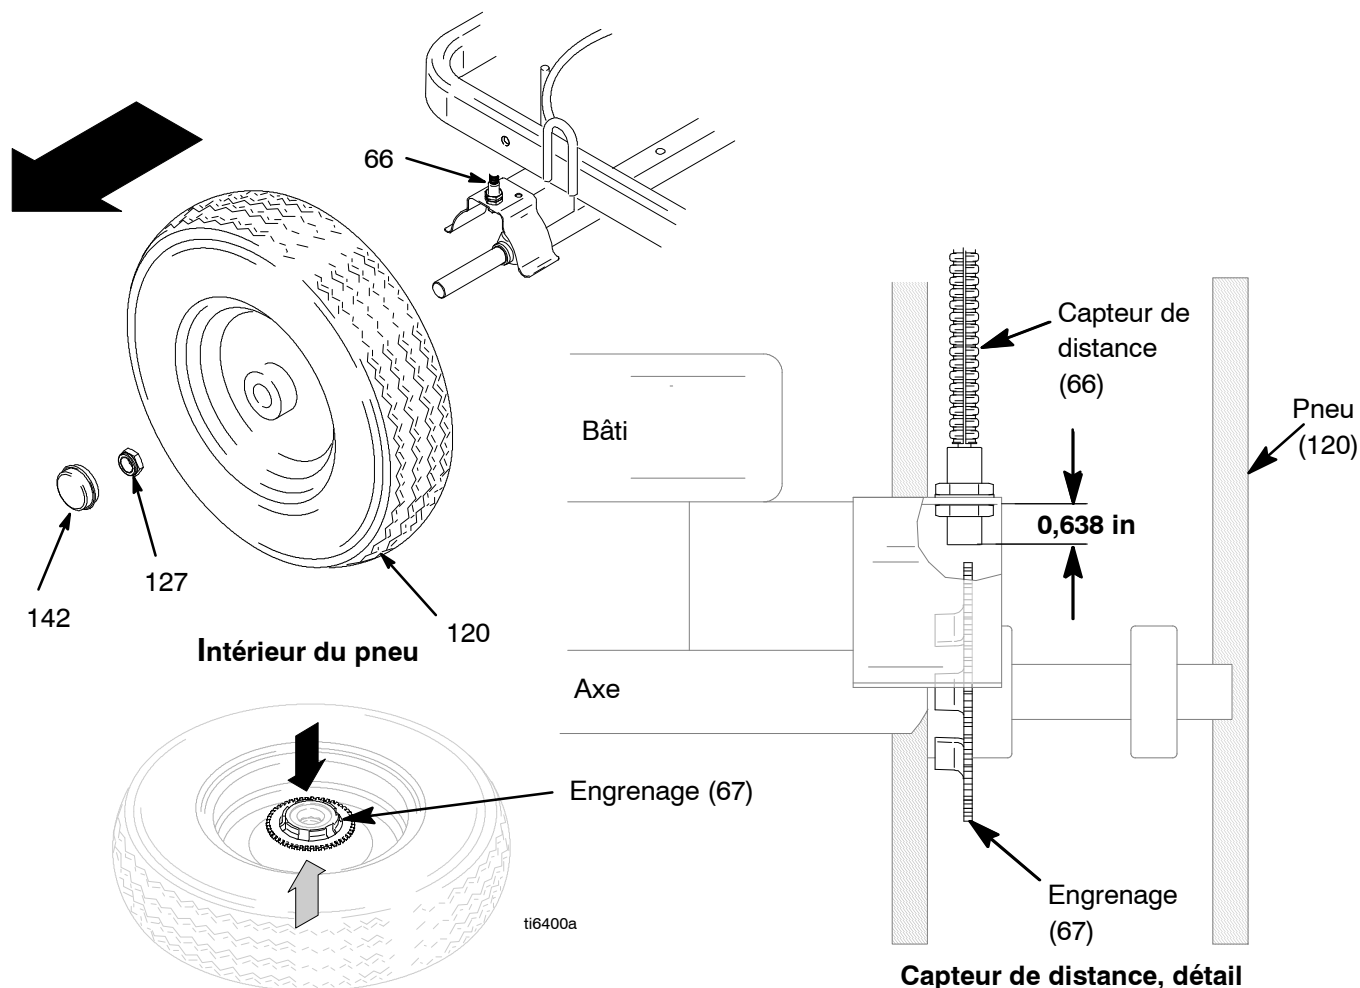

Fig. 14
2. Fig. 14. Retirer l'obturateur anti-poussière (142) de la roue. Enlever l'écrou (127).
3. Démontez la roue (120) du LineLazer.
4. Mettre l'engrenage (67) dans l'axe du capteur.
5. Monter la roue (120) sur le LineLazer.
6. Serrer l'écrou (127), puis desserrer de 1/4 tour. Placer l'obturateur anti-poussière (142) sur la roue.